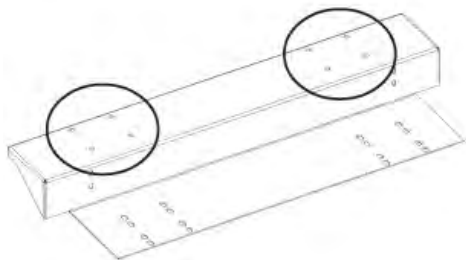
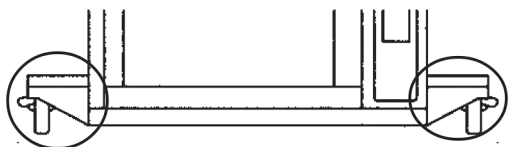

Bild 4
Bild 5
5. Fäst hjulen i hjulfästet (bild 4) med de två låsbara svänghjulen på enhetens kontrollsida och de olåsbara hjulen på kundsidan. Använd sexkantsbultarna i storlek 5/16, låsbrickorna i storlek 5/16, bultar i storlek 5/16 och släta brickor i storlek 5/16 (använd 2 släta brickor per bult; en på fästets undersida och en på ovansidan) som med. Hela installationen visas på bild 5.